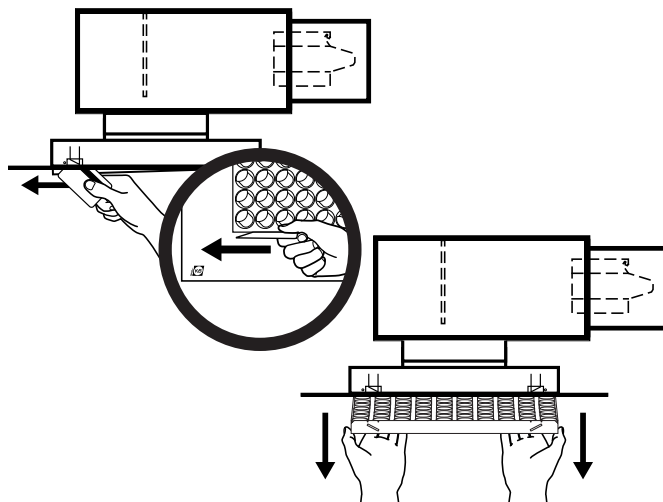

Bild 1. Öppning av donfront med snabböppningsfunktion. Fronten öppnas enkelt med ett plastort av kreditkortsstorlek.
- Donets frontplåt demonteras, se DU-instruktion för respektive luftdon för mer information. Bild 1 visar don med snabböppningsmekanism, t ex PET och DRT.
- Genom en svepande rörelse frigör clipsfjädern frontplåten, se bild 1. Fäll försiktigt ner donets front. fronten kan fällas ner, alternativt lyftas av helt.